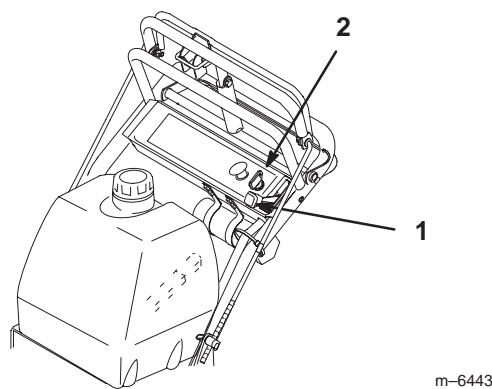

Figure 15
1. Placez la manette d'accélérateur en position de **ralenti** (Fig. 15).
3. Tournez la clé de contact à la position **contact coupé** (Fig. 15).